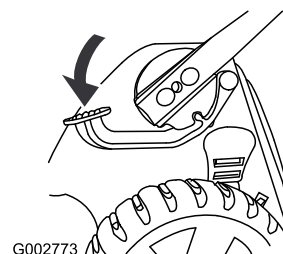

Рисунок 49
1. Нажмите на педаль и удерживайте ее в нажатом положении (Рисунок 49).